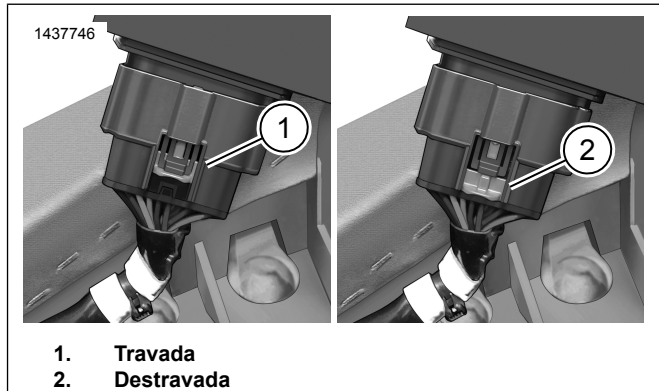
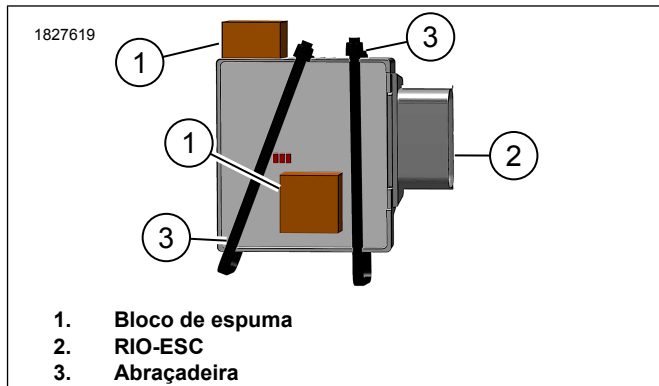

Figura 5. Conector do RIO na posição travada/destravada
Figura 6. Instale o bloco de espuma no módulo RIO
5. Veja a figura 5. Destrave (2) RIO-ESC o conector e desconecte.
6. Veja a figura 6. Instale os blocos de espuma (1) a RIO-ESC (2).
- b. Instale os blocos de espuma (1) sob as lâmpadas de LED e no canto superior.
7. Veja a figura 5. Conecte o RIO-ESC ao chicote de fios e trave (1) o conector.